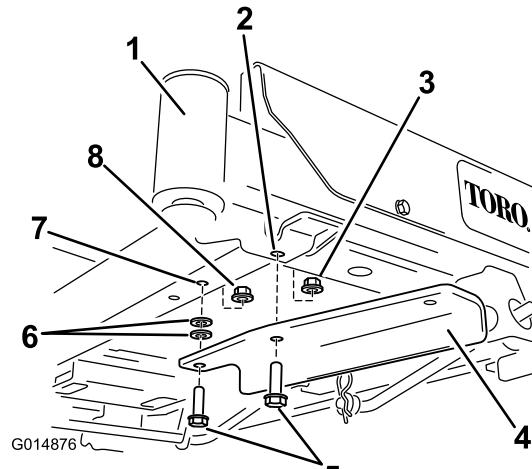

Figura 6
- Per macchine non dotate di pedale di sollevamento assistito: assicurate la staffa mediante due bulloni (3/8 x 1-1/4 poll.) due rondelle e due dadi di bloccaggio (3/8 poll.) (Figura 6). Uno dei dadi di bloccaggio è a corredo nelle parti sciolte, l'altro è quello precedentemente rimosso.